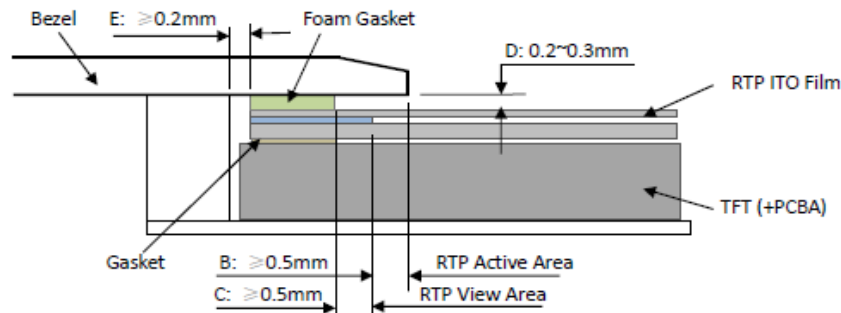

Figure 4
- It should bezel touching the RTP Active Area (A.A.) to prevent abnormal touch. It should left gap $D=0.2\sim0.3\text{mm}$ in between. (Figure 4)
It is suggested to protect those areas with gasket (between the bezel and RTP). The suggested figures are $B\geq 0.50\text{mm}$; $C\geq 0.50\text{mm}$. (Figure 4)
- The bezel side wall should keep space $E=0.2\sim0.3\text{mm}$ from the RTP. (Figure 4)
为避免面框直接压在动作区 (A. A.) 上造成误动作，面框与电阻触摸屏 (RTP) 之间应留有一定的空隙 $D=0.2\sim0.3\text{mm}$ 之间。(附图 4)
设计面框时，要注意用面框保护触摸屏四周的非保证操作区域，因为布线区域在此处形成一台阶，在此区域附近操作时 ITO Film 变形较大，容易导致 ITO 损坏而降低寿命。为保护 RTP 和避免误操作，在 RTP 与面框之间垫缓冲物 (Gasket)，我们建议设计面框应覆盖动作区的边缘，面框边缘到 V. A. 区的距离 $B\geq 0.50\text{mm}$ ；垫圈内边缘到 V. A. 区的距离 $C\geq 0.50\text{mm}$ 。(附图 4)
在设计面框与 RTP 组装时，应考虑到面框内侧与 RTP 外侧的间距 $E\geq 0.2\text{mm}$ 。(附图 4)